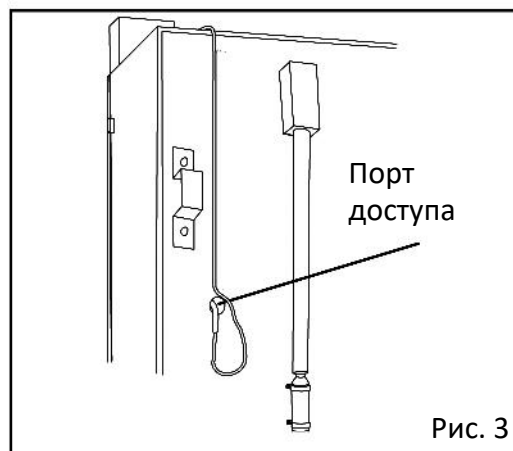

Рис. 3
4. Проведите температурный датчик в камеру морозильника через порт доступа (Рис. 3).
3. Снимите проволочную решетку с задней стороны морозильника (Рис. 3).